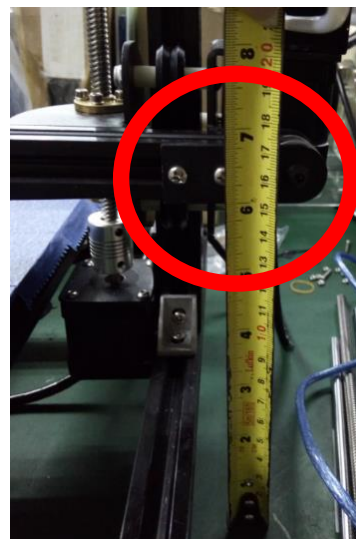

Рис. 4
- Измерьте высоту оси X слева и справа добиваясь одинакового расстояния (Рис. 4). Если высоты разнятся (> 1 мм) отрегулируйте их муфтами оси Z, добиваясь максимально одинакового расстояния